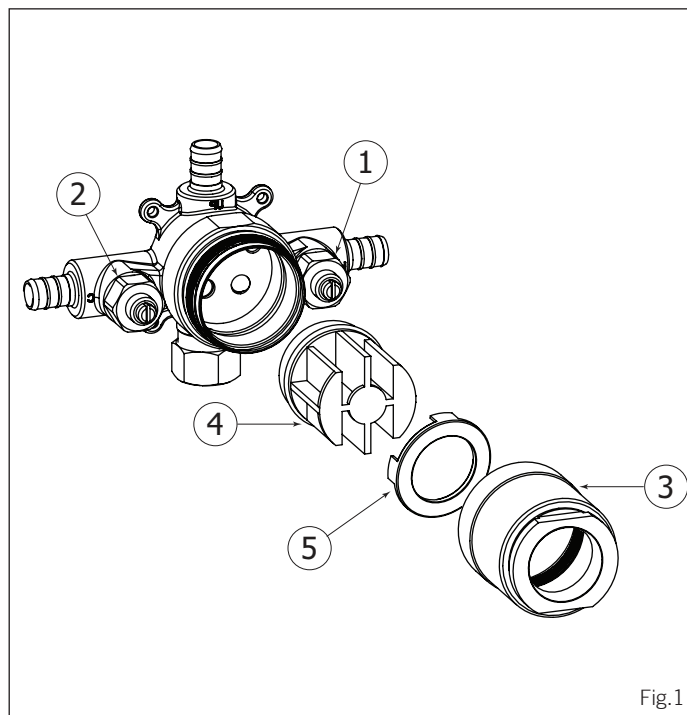

Fig.1
Unscrew the cartridge holder (1) and remove the protective plug (2) (Fig. 1). Make sure the "top" plastic spacer remains in place (3).
Dévisser le manchon de la valve (1) et retirer le capuchon protecteur (2) (Fig. 1). Assurez-vous de ne pas perdre l'anneau en plastique monté sur le dessus (3).